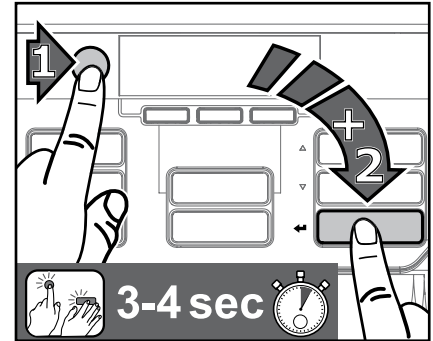

Bild 24
1. Tryck först på STOPP-knappen och sedan på Enter ← och håll båda knapparna intryckta samtidigt i 3-4 sekunder för att komma till rengöringsläget (bild 24).